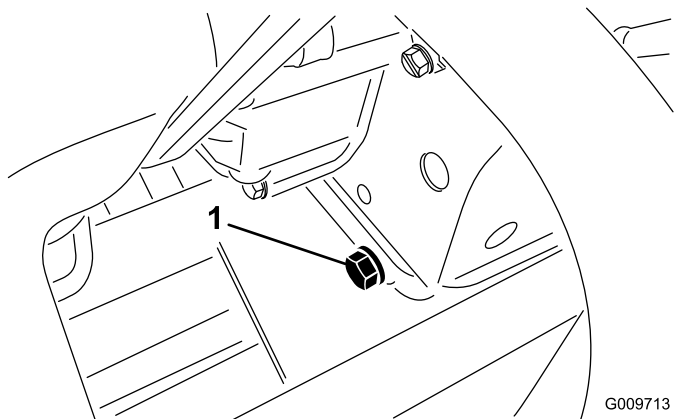

Bild 74
- Entfernen Sie die Ablassschraube (Bild 74) und lassen Sie das Öl in die Auffangwanne ab.